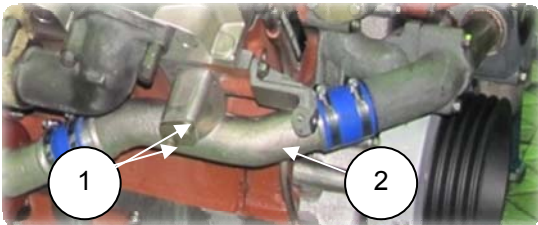

Рис. 6.28
14. Соединить патрубок переходной (2) (850.1303044) с патрубком отводящим водяного насоса, предварительно надев рукав соединительный и четыре хомута червячных (рис. 6.28);
16. Выровнять хомуты, завернуть хомуты окончательно (S=7), завернуть болты (1) (S=14) (рис. 6.28);